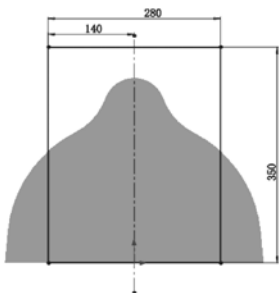

图 6-87 草图尺寸
(4) 绘制草图。在左侧的“FeatureManager 设计树”中用鼠标选择“前视基准面”作为绘制图形的基准面。单击“草图”工具栏中的 (中心线) 按钮和 (边角矩形) 按钮, 绘制如图 6-87 所示的草图。